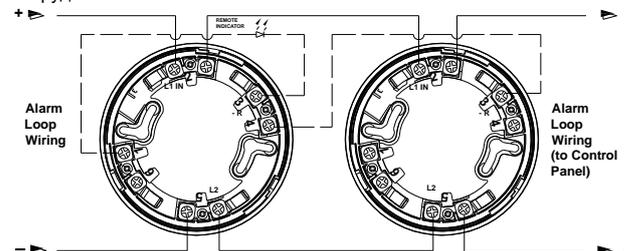

Рис. 1 – схема подключения извещателя
- Подключите провода к клеммам баз. Схема подключения изображена на Рис. 1